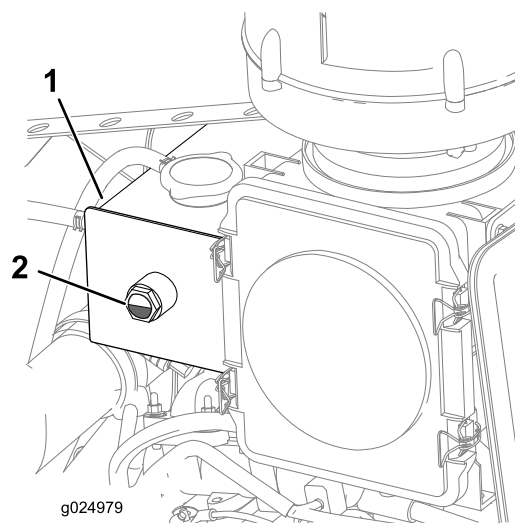

Figura 25
4. Controllate il livello del refrigerante nel serbatoio (Figura 25).
Nota: Accertatevi che il livello del refrigerante sia compreso tra 1/4 e 3/4 del vetro spia (Figura 25).